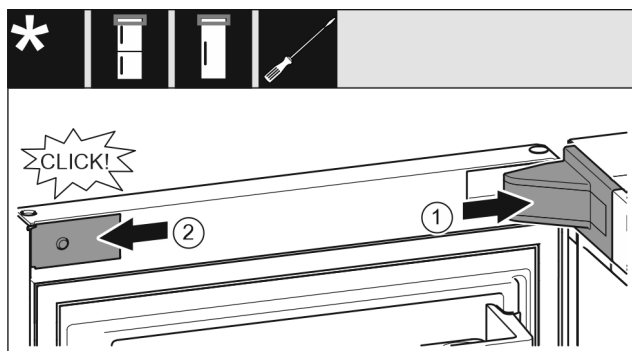

Fig. 24
- ▶ 放上并插入托架盖 Fig. 24 (1)，如有必要小心地按压分开。
- ▶ 将隔板 Fig. 24 (2) 放置到侧面并插入。